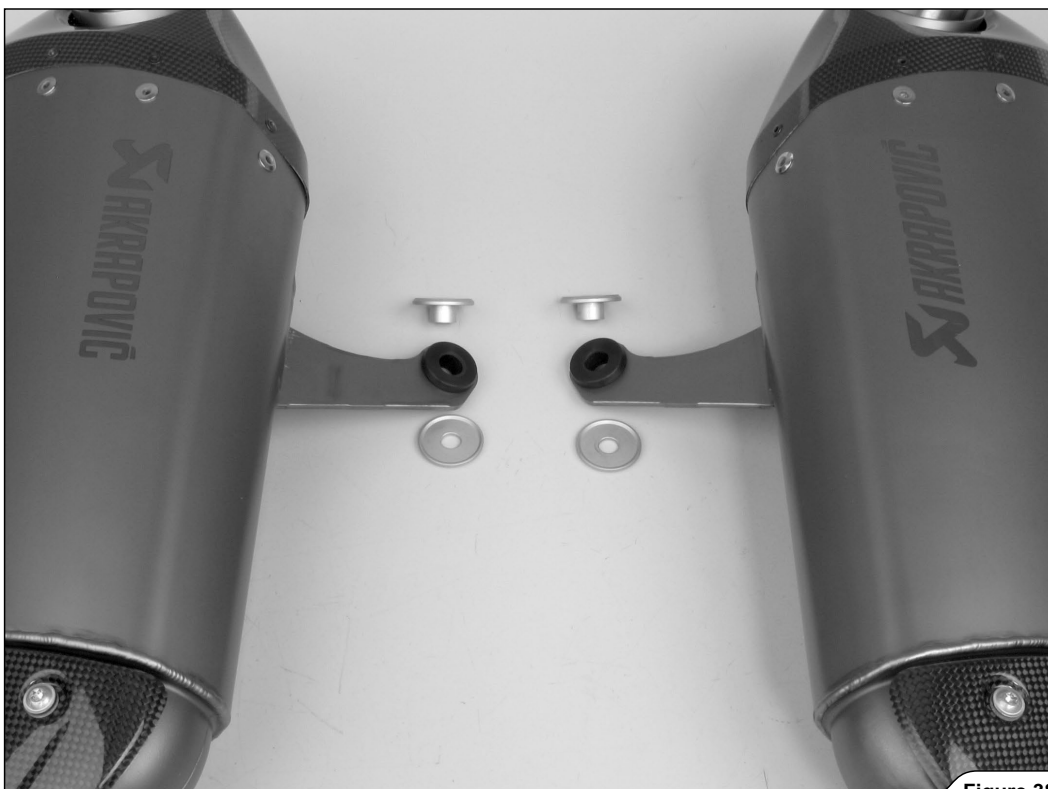

Figure 38
10. Poser correctement les douilles et les boulons en aluminium sur les brides en caoutchouc du silencieux (Figures 38, 39).
10. Die Buchsen und die Aluminium-Schrauben korrekt auf den Kunststoffbügeln des Schalldämpfers montieren (Figure 38, 39).